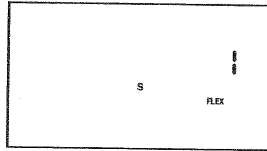

Abb. 6–8 Flex-Einstellungsbildschirm
1. Auf dem Überwachungs- oder Standby-Bildschirm die rechte Benutzer-Taste drücken. Der Flex-Einstellungsbildschirm wird angezeigt (siehe Abb. 6–8).